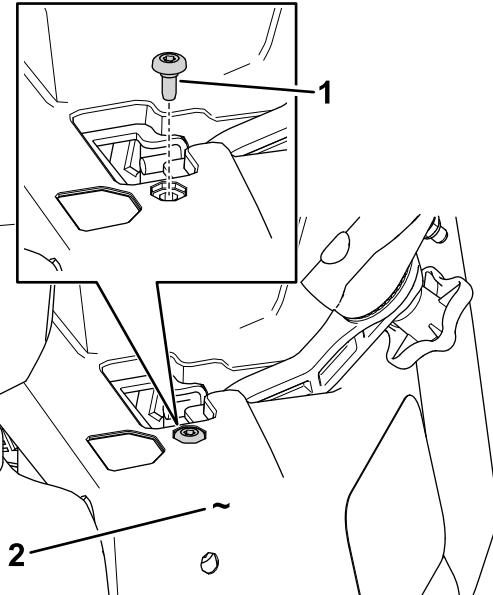

Figuur 5
1. Lijn de onderste opening in de hulphandgreep uit met de gesloten sleuf in de beugel van de hulphandgreep zoals getoond in Figuur 5.
2. Breng de gegroeide pen aan in de sleuf in de beugel en de opening in de hulphandgreep (Figuur 5).
3. Bevestig de pen aan de beugel en de handgreep met de ring ($\frac{3}{8}$ ") en de borgring (Figuur 5).